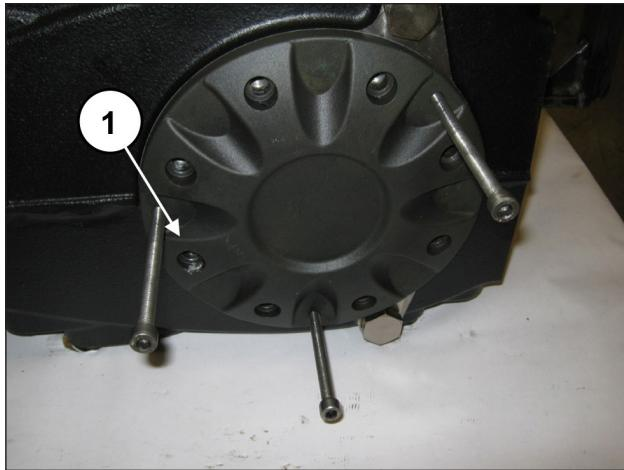

Fig. 28
Posicione os 3 grãos ou parafusos roscados M8 (pos. ①, Fig. 28) com a função de extratores nos respectivos furos